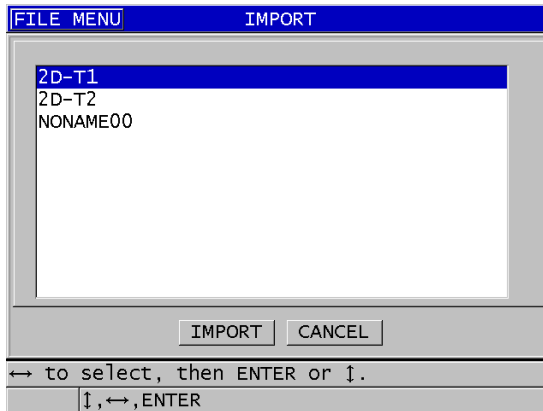

Figura 14-9 Exemplo da tela IMPORTAR
6. Na tela **IMPORT** (IMPORTAR) (consulte Figura 14-9 na página 288):